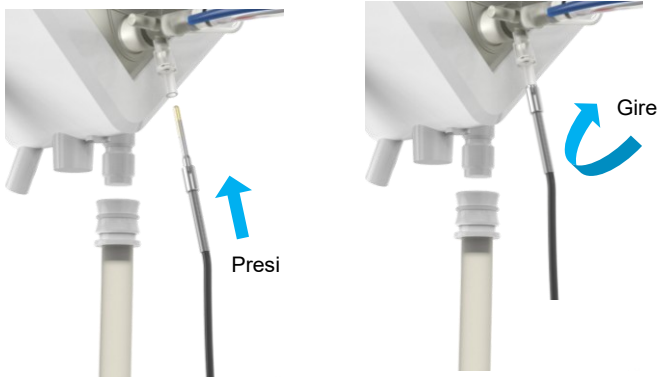

Figura 14 Conexión del sensor de temperatura al oxigenador
- Conecte el sensor rojo T1 a la salida del oxigenador (Figura 14).